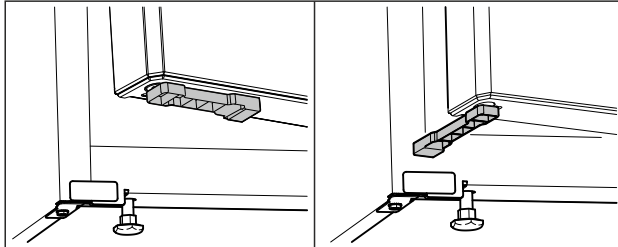

Fig. 78 *
- ▶ Türabstandshalter um 90° drehen. (siehe Fig. 78) *